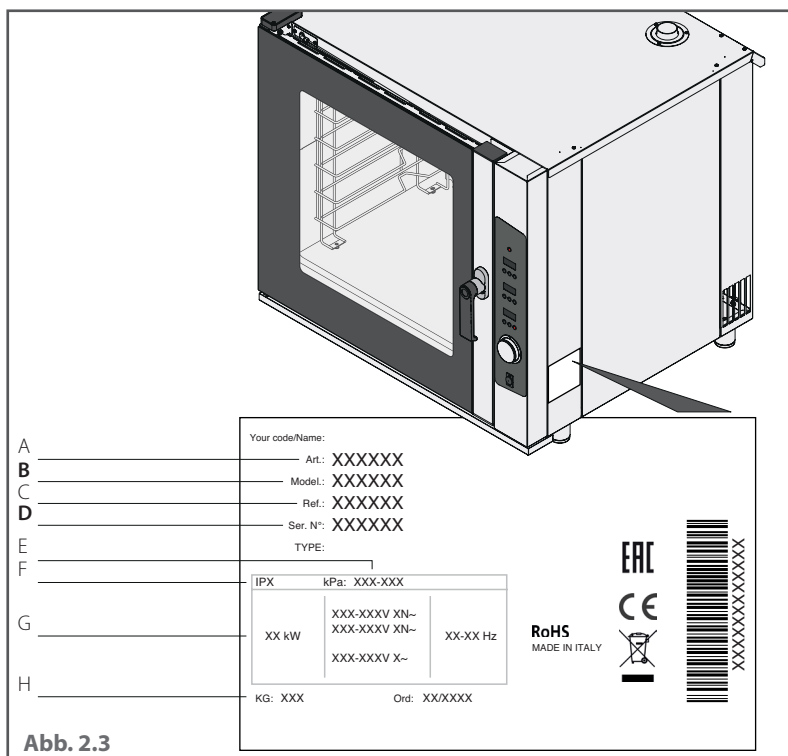

Abb. 2.3
- Bevor Sie das Gerät montieren, kontrollieren Sie, dass alle Anlagen den im Nutzerland geltenden Normen und den Normen auf dem Typenschild entsprechen ► **Abb. 2.3**.
- entnehmen Sie die Gerätedaten dem Typenschild ► **Abb. 2.3**;
► Abb. 2.3